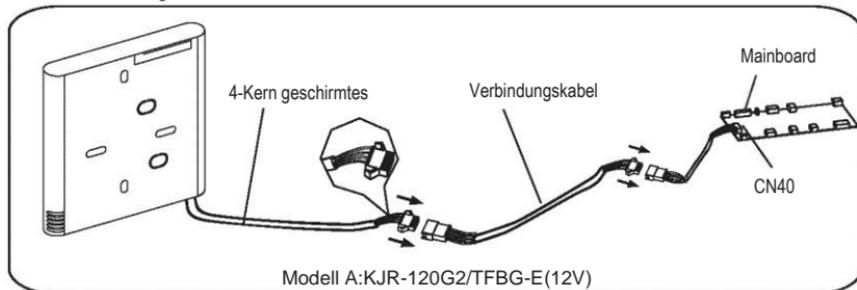

Abb. 3-3(A)
- Feder-Nut-Steckverbindung der Kabelgruppe des Mainboards mit der Gruppe der Verbindungskabel. (Siehe Abb. 3-3(A))